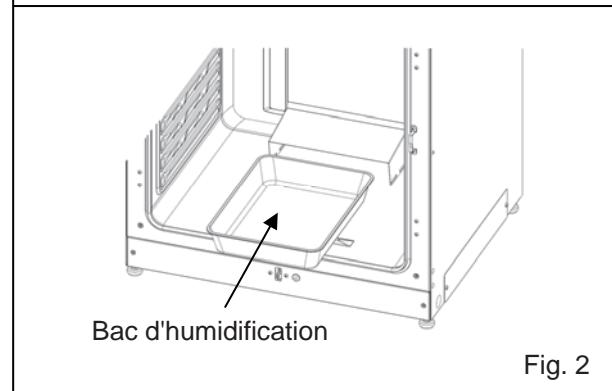

Fig. 2
3. Retirez le bac d'humidification (Fig. 2).